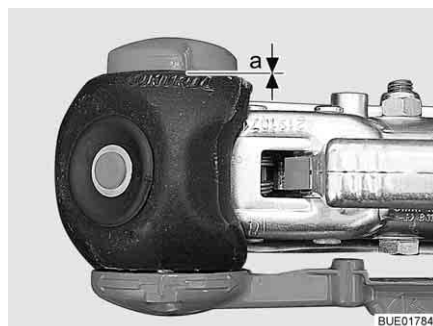

Bild 198 Slitagekontroll
- Avstånd $a = 0$ (Bild 198): Kontrollera och byt vid behov friktionsbelägg.